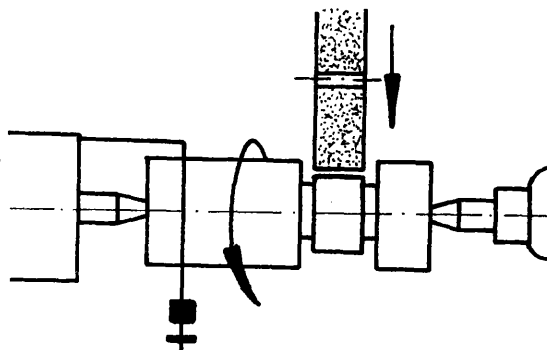

Fig. 4
- a Ubique la muela dentro del rebaje (fig. 4).